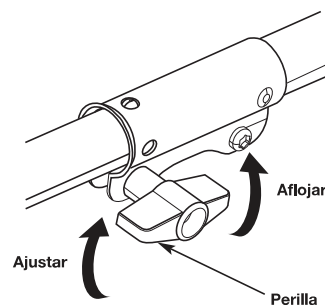

Fig. 3
3. Gire la perilla en sentido contrario a las agujas del reloj a fin de aflojar el acoplador (Fig. 3).
2. Gire la perilla en sentido contrario a las agujas del reloj a fin de aflojar el acoplador (Fig. 3).